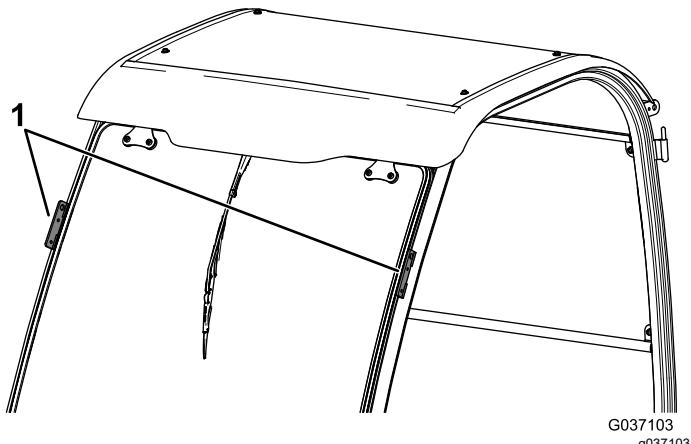

Figure 11
4. Levez le cadre de la cabine par les points de levage et placez-le sur la machine (Figure 11).